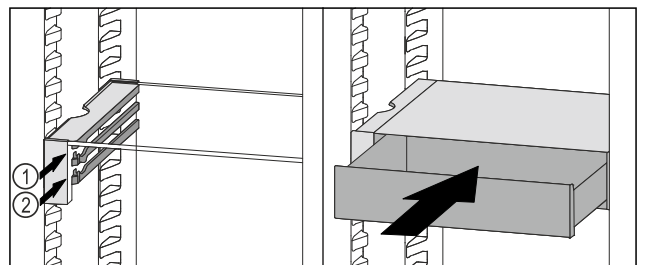

Fig. 85
- ▶ Asetage VarioSafe-sahtel peatajate taga soovitud ribile Fig. 85 (1) või Fig. 85 (2).